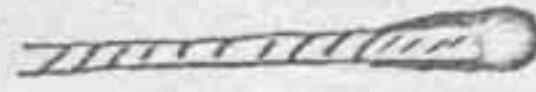

Рис. 7.
5. Ремень лучше брать обычной поясной, конопатый. Посмотреть на хат-бо премки. Можно переделать. Взвернуть премку (рис. 7) и одеть трубку из шеста на нее.